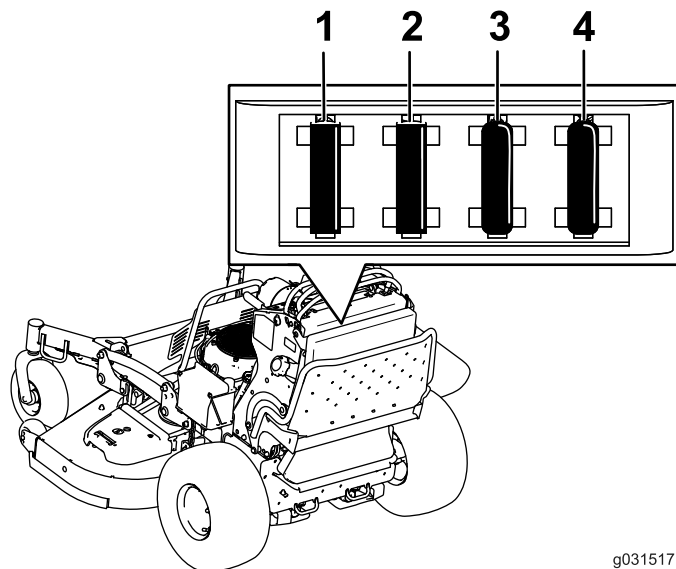

Figure 52
2. Tirez sur le fusible pour le sortir ou le remplacer (Figure 52).
Remarque: Veillez à utiliser un fusible du bon calibre Figure 52.